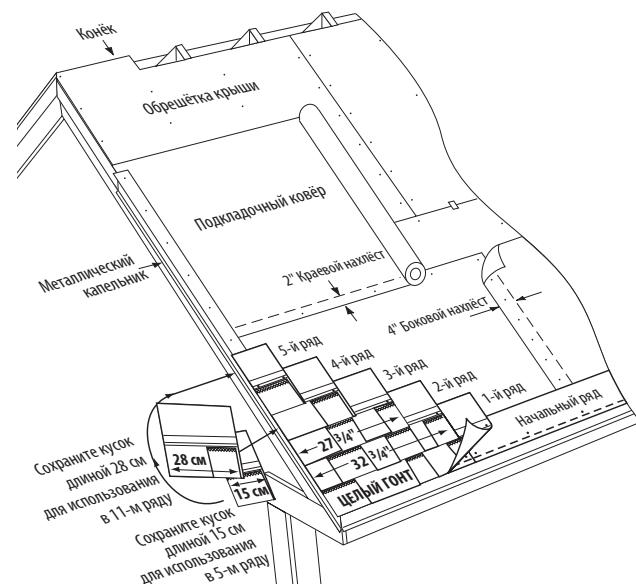

Рис. 12-7. Укладка первых пяти рядов гонта Landmark.
**1-Й РЯД:** Уложите целый гонт в левом нижнем углу крыши. Разместите гонт таким образом, чтобы его нижний и левый край были вровень с краями гонта начального ряда (Рис. 12-7).